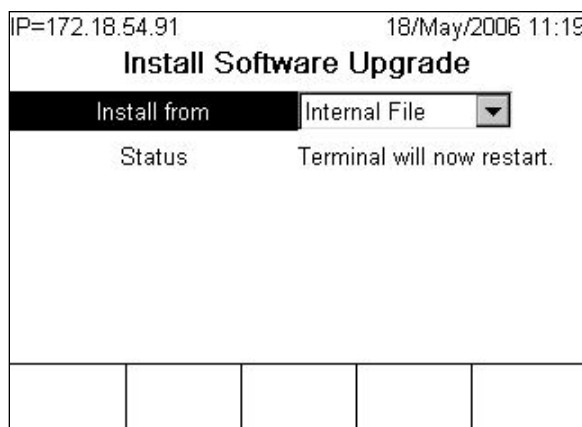

Figura 3-4: Atualização de Firmware em Progresso
5. Se o IND780 localizar os arquivos no diretório UPGRADE, a tela mostrada na Figura 3-4 aparece brevemente e o terminal reinicia.